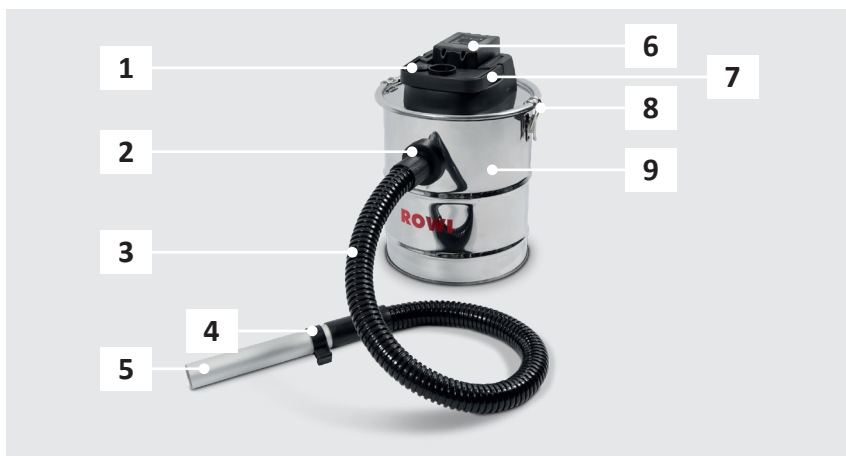

Abb.1: Geräteübersicht
haken (siehe Abb. 1, Nr. 8)
3. Stecken Sie das Ende des Saugschlauches (siehe Abb. 1, Nr. 2) in die Annsaugöffnung.
4. Anschließend stecken Sie das Saugrohr (siehe Abb. 1, Nr. 5) auf den Saugschlauch (siehe Abb. 1, Nr. 3).
5. Lassen Sie den Akku auf dem Deckel des Aschesaugers einrasten (siehe Abb. 1, Nr. 6). Um den Akku zu entnehmen müssen Sie die rote Taste am Akku drücken und den Akku herausziehen.
2. Starten Sie das Gerät, indem Sie den **Ein- /Ausschalter** (Siehe Abb. 1, Nr. 1) nach unten drücken.
1. Betätigen Sie den **Ein-/Ausschalter** (siehe Abb. 1, Nr. 1) erneut, dass der Knopf wieder herauskommt.